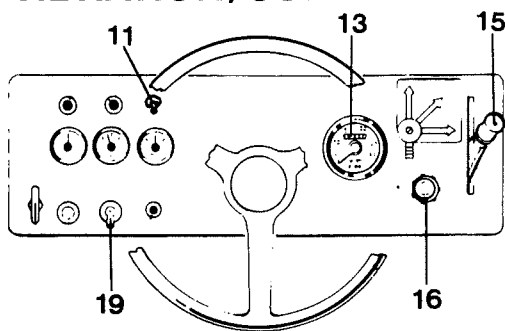

Fig. 13
- 1 Contrôler que le commutateur de vibration (19), fig. 13, est en position "0".